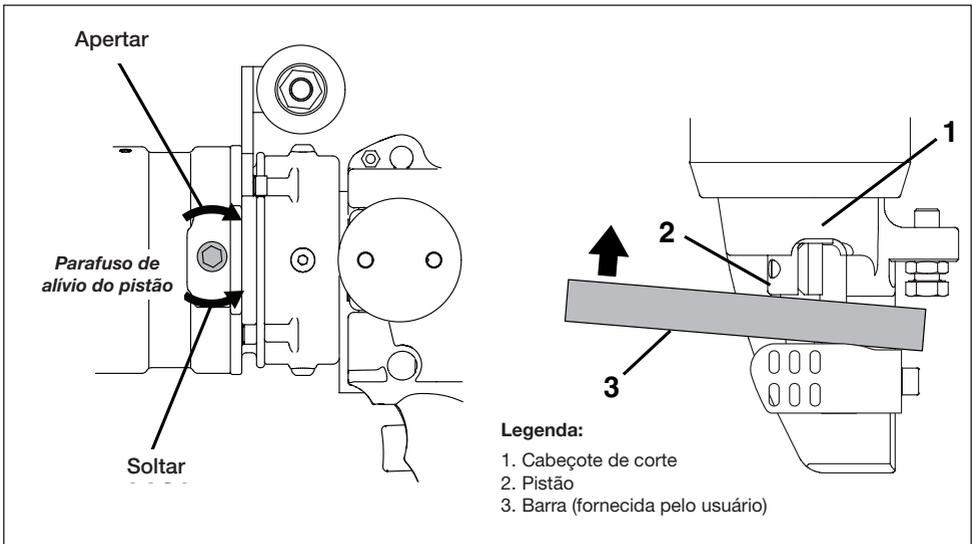

Figura 17, procedimento de retração manual do pistão
Consulte os seguintes passos: Veja a Figura 17:
4. Usando uma barra de aço rígida, empurre manualmente o pistão para dentro do cortador até que ele tenha retornado para a posição inicial. Veja a Figura 17, item 3. Isto deve desalojar qualquer sujeira ou outro material que tenha prevenido que o pistão retorne durante a operação normal.
8. Limpe a parte exposta do pistão. Remova quaisquer detritos, chispas ou sujeira desta área. Veja a Figura 17, item 2.